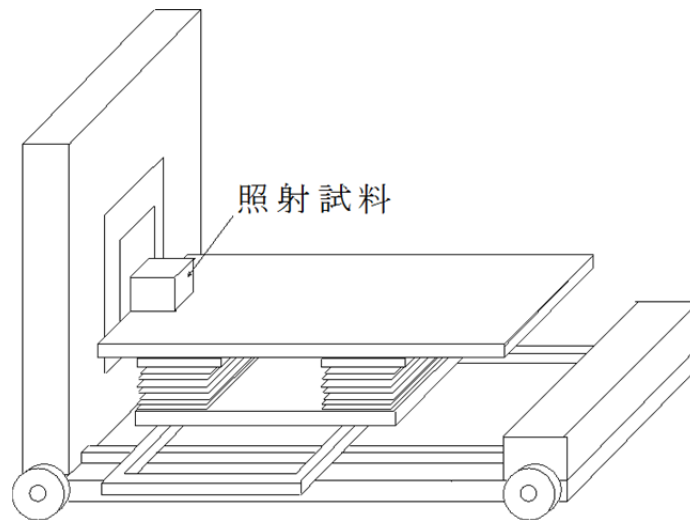

図 2. 大型試料輸送台車による照射実験の実験体系の例
- ・大型試料輸送台車による実験利用では、図2に示すように、コリメータ出口に合わせて、照射台上に照射試料を配置する。